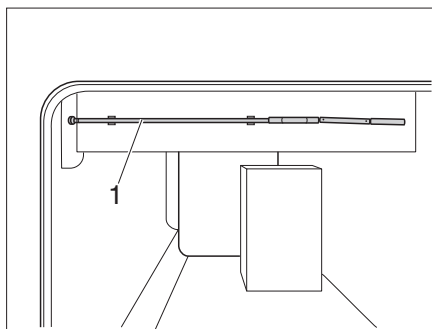

Bild 144 Vev för höjdbar
- Ta ut veven (Bild 144,1) ur hållaren.